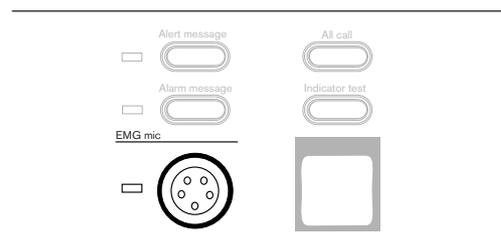

Figure 7.14 Témoin de microphone d'urgence
- Le témoin du micro d'urgence rouge est allumé (voir *Figure 7.14*).